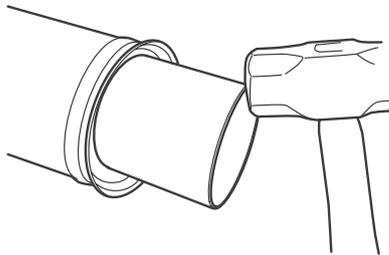

Figura 9.13
2. Se necessário, instale um novo defletor no eixo de acoplamento. Para evitar danos ao defletor, use uma seção de tubo e um martelo de bronze para assentar o defletor. Verifique se o defletor está completamente assentado contra o ombro do suporte do rolamento de centro. Figura 9.13.